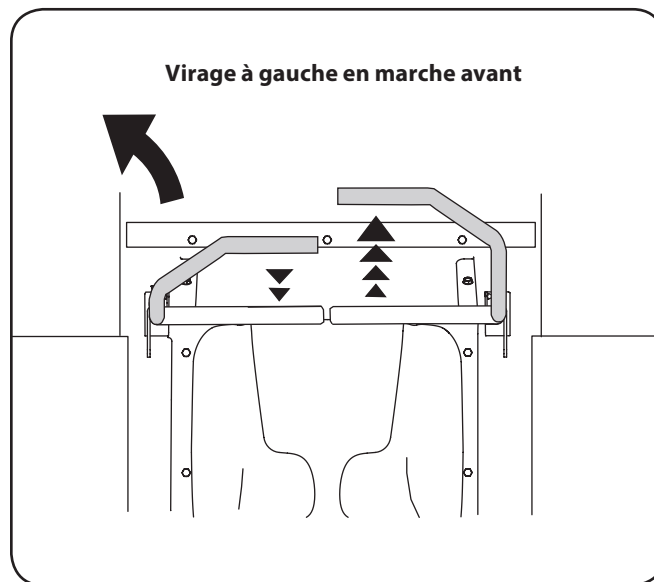

Figure 5-3
- Pour tourner à gauche, tirez la barre de conduite gauche vers vous et poussez la barre de conduite droite vers l'avant. Voir Figure 5-3.